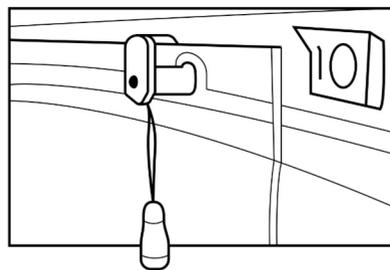

Рис. 2.
**Стеклянные двери.** Стеклянные двери изделия представляют собой раздвижную конструкцию; герметичность дверей обеспечивается за счет магнитного уплотнителя. Двери открываются и закрываются без усилий. Пожалуйста, не открывайте и не закрывайте двери с усилием во избежание повреждения кабины. В случае возникновения затруднений при открывании-закрывании дверей, смажьте направляющие ролики (нижний и верхний профили) силиконовой смазкой и отрегулируйте верхние ролики (рис. 2).